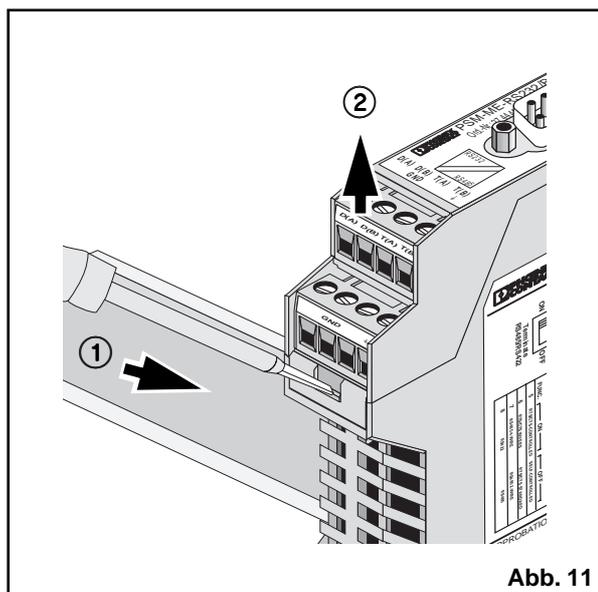

Abb. 11
Entriegeln Sie für die Konfiguration rechts und links den Gehäusekopf ①. Ziehen Sie die Leiterplatte bis zum Anschlag aus dem Gehäuse heraus ②(Abb. 11).